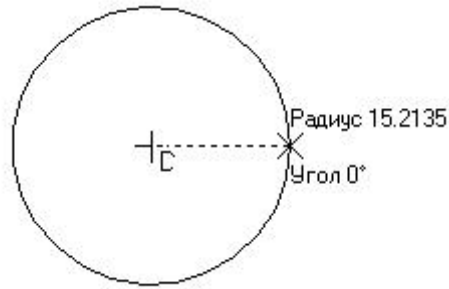

Рисунок 5. Приклад створення кола
3.3. Створюємо об'єкт – коло: викликаємо на панелі команду «Окружность», клацаємо лівою кнопкою миші на визначеному місці і ведемо на потрібні відстань радіусу і кут другий хрестоподібний курсор і знову клацаємо лівою кнопкою миші (рис. 5).